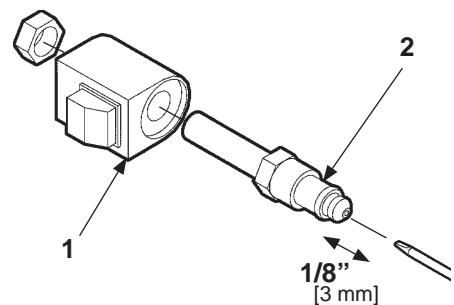

FIG. 33-2
2. Inspeccione el vástago de la válvula al retirar el ensamble de la bobina (**Art. 1, FIG. 33-2**). Con la plataforma en el suelo, desatornille el vástago de la bobina (**Art 2, FIG. 33-2**) fuera de la bomba. Empuje el émbolo que está dentro de la válvula insertando un desarmador pequeño en el extremo. Si el émbolo no se mueve libremente (aproximadamente 1/8") reemplace el vástago de la válvula. **Reinstale el vástago de la válvula aplicando un torque de 30 in-lbs [3.4 N.m] a la tuerca hexagonal.**